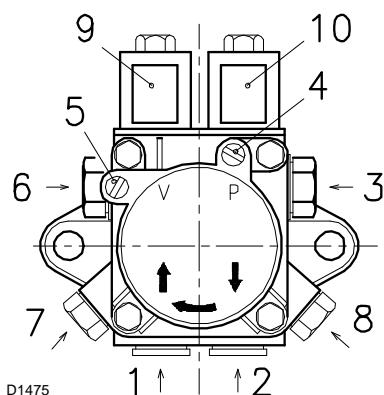

Fig. 18
#### Legende (Fig. 18)
- Opdat de pomp zichzelf kan inschakelen, is het noodzakelijk om één van de schroeven 4) - 8)(Fig. 18) van de pomp los te draaien om de aanzuigleiding te ontluften.
Om de druk van de 1° vlamgang te veranderen, moet aan schroef 6)(Fig. 18) gedraaid worden.
Om de druk van de 2° vlamgang te veranderen, moet aan schroef 7)(Fig. 18) gedraaid worden.